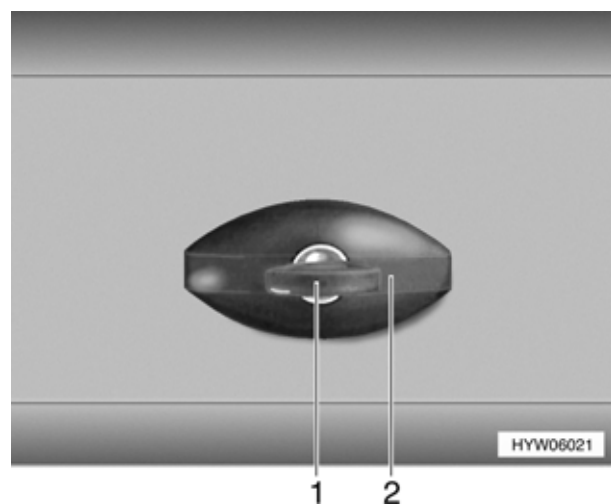

Bild 53 Klappenschloss (Variante 3), verschlossen
- ▷ Bei Regen kann Wasser in das geöffnete Klappenschloss eindringen. Deshalb den Schlossgriff (Bild 53,2) wie auf Bild 53 abgebildet schließen.
- Schlüssel in Schließzylinder (Bild 53,1) stecken und eine viertel Umdrehung entgegen dem Uhrzeigersinn drehen. Schlossgriff (Bild 53,2) schnappt heraus.